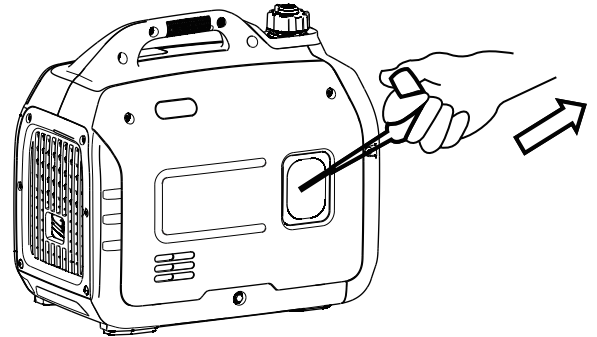

Figura 7: Tire el mango de retroceso fuera del inversor
4. Agarre firmemente y empuje lentamente el mango de retroceso hasta que sienta resistencia aumentada. En este punto, aplique un tirón rápido cuando lo tira fuera del inversor (vea la Figura 7).